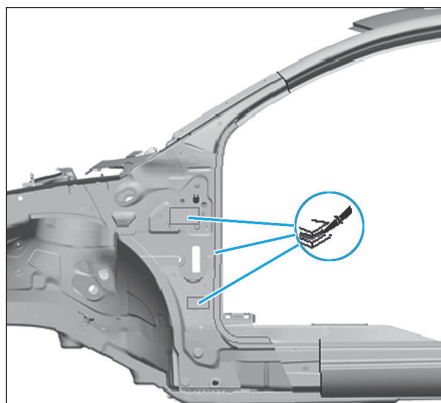

FIG. 52
- Appliquer de la colle bicomposant pour carrosserie dans les zones du renfort de charnière et de la baie de porte (Fig.52).